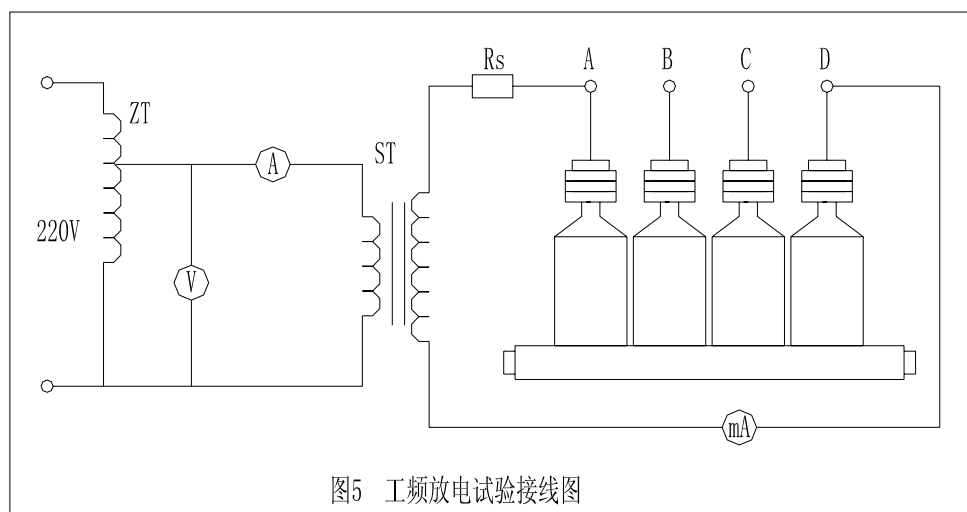

图5 工频放电试验接线图
3) 对于 YG-GDB II 系列串联间隙组合式过电压保护器, 应进行工频放电电压试验, 试验接线如图 5 所示。试验时在保护器 A、B、C、D 两两端子之间